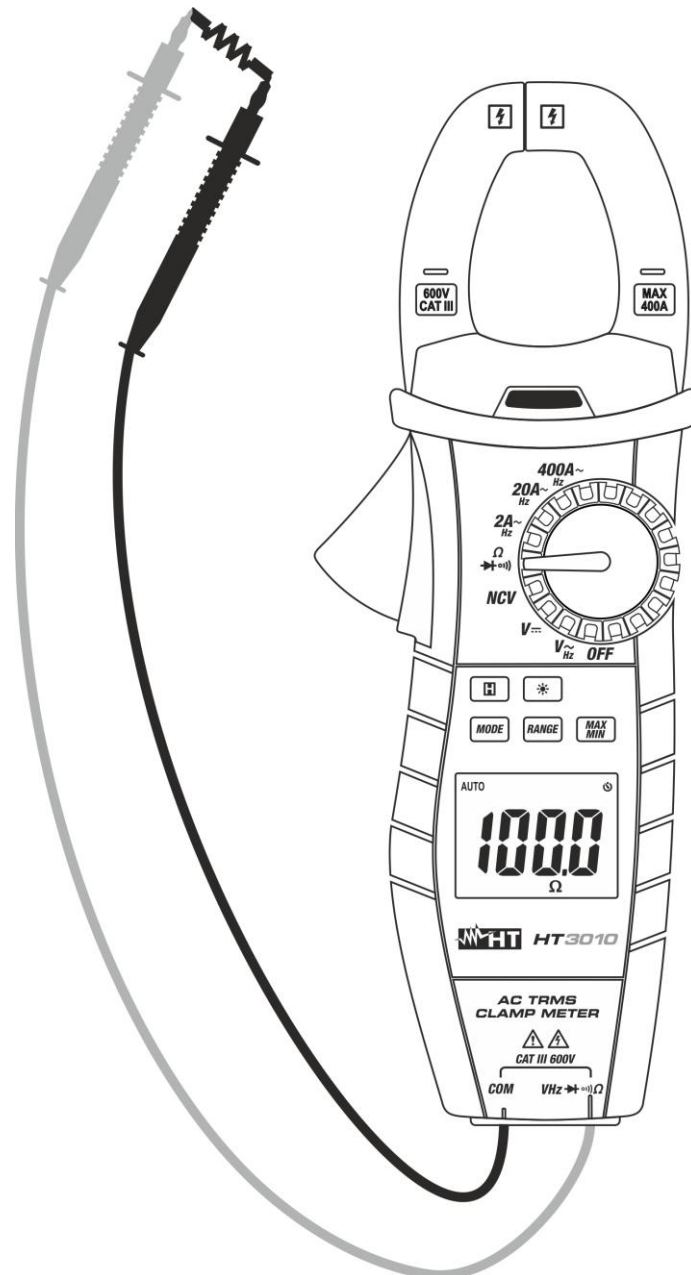

Fig. 6 : Utilisation de l'instrument pour mesure de Résistance
3. Positionner les embouts sur les points désirés du circuit sous test (voir Fig. 6). La valeur de résistance sera affichée à l'écran.